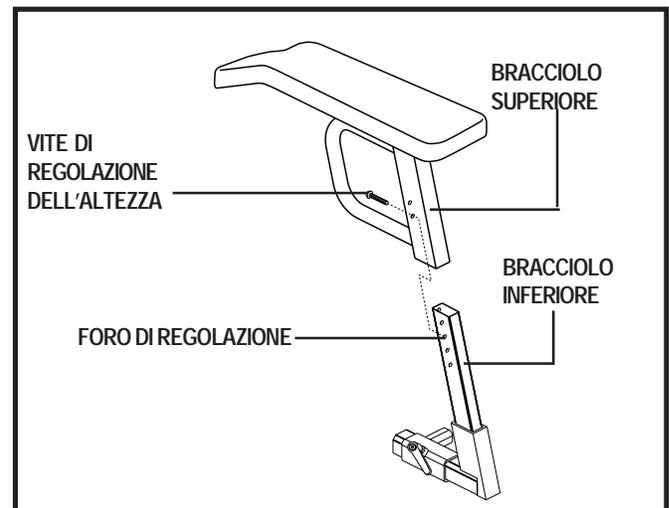

Figura 19. Regolazione dell'altezza del bracciolo
1. Estrarre la vite di regolazione dell'altezza dal bracciolo. Vedere figura 19.